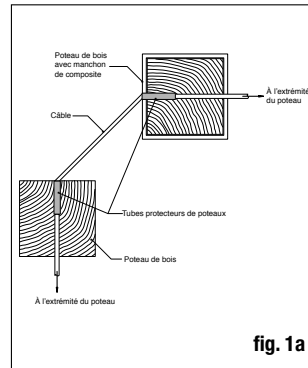

fig. 1a
**Étape 1 :** Déterminez le nombre de poteaux de garde-corps nécessaires pour votre terrasse. Leur espacement devrait être de 1,8 ou 2,4 m (6 ou 8 pi) centre à centre. **Applications en coin** (fig. 1a) : En amenant un garde-corps à câbles vers un coin, ne pliez jamais le câble à plus de 45°. En tournant à 90°, on doit utiliser une configuration de déviation de coin à 2 étapes par poteau. Exemple : Un patio de 3,7 x 4,9 m (12 x 16 pi) fixé à un bâtiment comportant une ouverture d'accès de 1,2 m (4 pi) d'un côté, et un coin de 90°, exigera neuf poteaux (fig. 1). Ou vous pouvez arrêter votre trajectoire et en commencer une nouvelle.